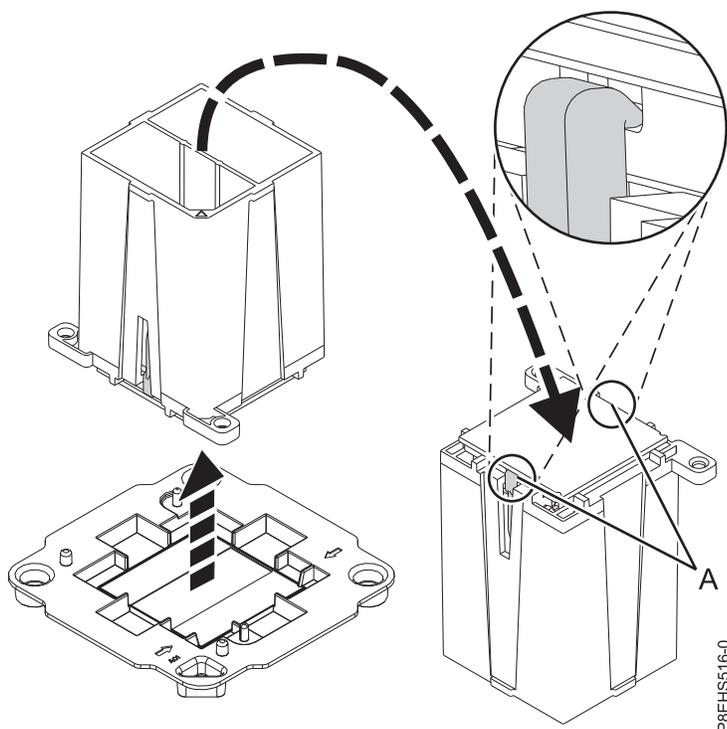

図 98. システム・プロセッサ・モジュールの取り付けの準備
- b. 両方のおご部 (A) がしっかりとシステム・プロセッサ・モジュールをつかんでいることを確認します (図 98 を参照)。